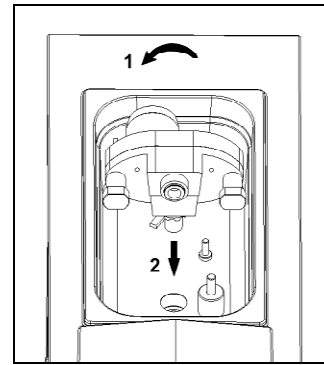

Fig. 3
- **D**esmonte la bomba girándola primero en sentido horario (1) y luego tirándola hacia el centro de la cubeta (2) de modo a soltarla de su árbol de soporte (fig.3).